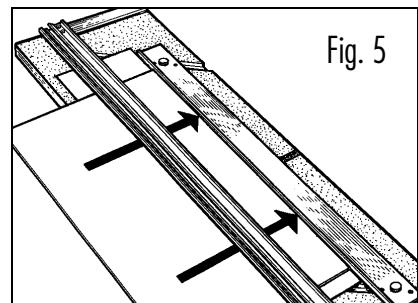

Fig. 5
- 5 Schrägschnitt-Schneidkopf in Führungsnut einhängen und Start- & Stop-Markierung an der unteren Bleistiftlinie anlegen (Fig. 5).